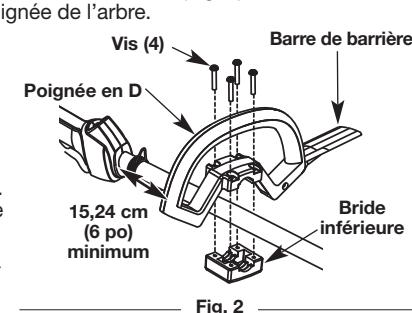

Fig. 2
1. Desserrez la boulon sur la poignée juste assez pour la déplacer (Fig. 2).
3. Serrez la boulon jusqu'à ce que la poignée en D soit bien fixé. (Fig. 2)